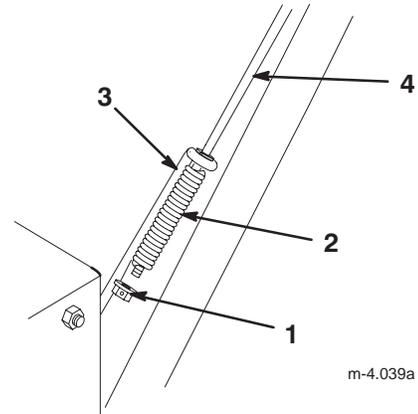

Bild 10
1. Schieben Sie die Feder über das untere Ende der Fahrtriebsstange (Bild 10).
2. Schieben Sie eine Sicherungsbundmutter (Bundseite nach oben) auf das obere Ende der Fahrtriebsstange unter die Feder (Bild 10).